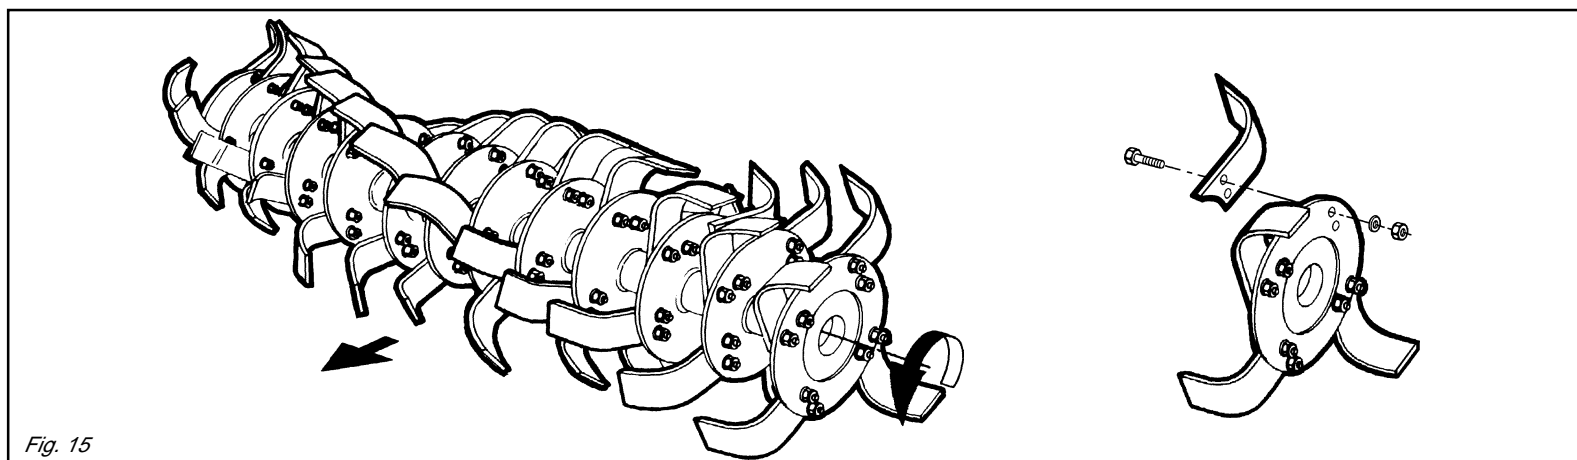

Fig. 15
Le zappette con cui viene equipaggiata la zappatrice sono adatte per la lavorazione su terreni di normale conformazione. Controllare giornalmente la loro usura o integrità. Qualora durante il lavoro dovesse per cause accidentali piegarsi (o rompersi) è necessario sostituirla immediatamente avendo l'accortezza di rimontare la nuova zappetta nella identica posizione di quella da sostituire (Fig. 15). Se fosse necessario sostituire più zappette, è consigliabile effettuare le operazioni di smontaggio e montaggio, sempre una zappetta alla volta, per evitare così errori di posizione. Le zappatrici sono normalmente equipaggiate con 6 zappette per flangia. Quando il terreno è umido, e tende ad impastarsi è possibile montare 4 zappette per flangia.
I bulloni che fissano le zappette devono avere la testa dalla parte delle zappette e il dado con relativa rondella dalla parte della flangia (Fig. 15).
Se si devono sostituire le zappette, fare attenzione che le nuove assumano la posizione di quelle smontate (Fig. 15).
*Remember to mount the new hoe blade in exactly the same position as the old one (Fig. 15). If several hoe blades must be replaced, it is advisable to remove and assemble one hoe blade at a time in order to prevent positioning errors.*
*When the soil is wet and tends to clog it is, however, possible to mount 4 hoe blades per flange. The heads of the bolts fixing the hoe blades in place must be on the side of the hoe blades themselves, while the nut with relative washer must be on the flange side (Fig. 15).*
*If the hoe blades must be changed, remember to set the new blades in the same positions as the demounted ones (Fig. 15).*
Die Hackmesser, mit der die Hackfräse ausgerüstet wird, eignen sich zur Bearbeitung von Boden mit normaler Beschaffenheit. Sie sind täglich auf ihre Unversehrtheit und ihren Verschleißzustand zu prüfen. Sollten sie bei der Arbeit verbiegen oder zu Bruch gehen, müssen sie sofort ersetzt werden. Dabei ist zu beachten, daß man das neue Hackmesser an der gleichen Stelle montiert, an der sich das beschädigte befand (Abb. 15). Sollten gleich mehrere Hackmesser zu ersetzen sein, sollte man jeweils ein Hackmesser ein- und ausbauen, um eine falsche Einbauposition zu vermeiden.
Die Hackfräsen sind in der Regel mit 6 Hackmessern pro Flansch ausgerüstet. Wenn der Boden allerdings feucht ist und daher an den Werkzeugen kleben bleibt, kann man auch 4 Hackmesser pro Flansch montieren. Die Schrauben, mit denen man die Hackmesser befestigt, müssen den Kopf auf der Seite des Hackmessers und die Mutter mit der Unterlegscheibe auf der Flanschseite haben (Abb. 15).
Wenn man die Hackmesser ersetzen muß, darauf achten, daß die neuen in der Position der ersetzten am Hackstern angebracht werden (Abb. 15).
*Les couteaux montés sur la houe sont indiqués pour travailler les sols ordinaires. Contrôlez tous les jours leur usure et intégrité. Lorsqu'ils se plient (ou se cassent) pendant le travail il faut les remplacer aussitôt. Le nouveau couteau devra être monté exactement dans la position de celui à remplacer (Fig. 15). S'il faut remplacer plusieurs couteaux, démontez et montez toujours un couteau à la fois, pour éviter des erreurs de position. Les houes rotatives sont normalement équipées de 6 couteaux par flasque. Cependant, quand le terrain est humide ou boueux, vous pouvez monter 4 couteaux par flasque. Les boulons de fixation des couteaux doivent avoir la tête côté couteau et l'écrou avec la rondelle côté flasque (Fig. 15). En cas de remplacement des couteaux, veillez surtout à ce que les nouveaux couteaux occupent les positions de ceux démontés (Fig. 15).*
Las azadillas que presenta la máquina son idóneas para trabajar sobre terrenos de normal conformación. Controlar todos los días su buen estado y eventual desgaste. Si durante el trabajo por eventuales accidentes se doblan o rompen es necesario sustituirlas inmediatamente prestando atención de montar la nueva azadilla en la idéntica posición de la precedente (Fig. 15). Si es necesario sustituir varias azadillas aconsejamos efectuar las operaciones de desmontaje y montaje siempre una azadilla a la vez, para evitar errores de posición. Las binadoras presentan de serie 6 azadillas por brida. Es posible sin embargo cuando el terreno es húmedo y se empastan, montar 4 azadillas por brida. Los bulones que fijan las azadillas deben tener la cabeza de la parte de las azadillas y la tuerca con la relativa arandela de la parte de la brida (Fig. 15). Cuando sustituimos azadillas respetar la posición de las azadillas desmontadas (Fig. 15).